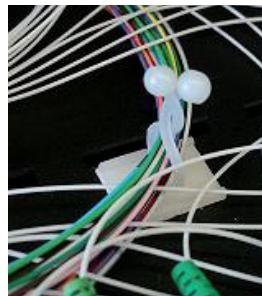

Imagen 9 / figure 9
*into their slots, cover the tray with the tray cover and close the clamps to secure the fiber (figure 9).*
Una vez finalizadas todas las fusiones e introducidas todas las cánulas en sus ranuras, coloque la tapa de la bandeja auto-adhesiva porta-fusiones, cierre las abrazaderas para asegurar la fibra (Imagen 9).